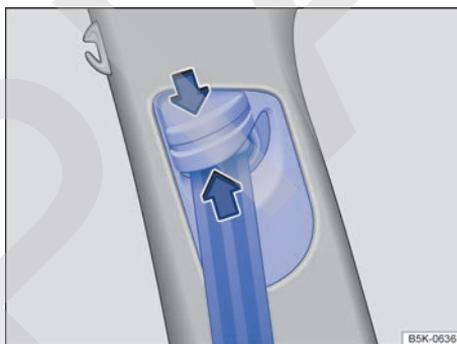

Fig. 13 Junto a los asientos delanteros: regulador de la altura del cinturón.
- Comprima el dispositivo de reenvío en el sentido de las flechas y manténgalo en esta posición → fig. 13.